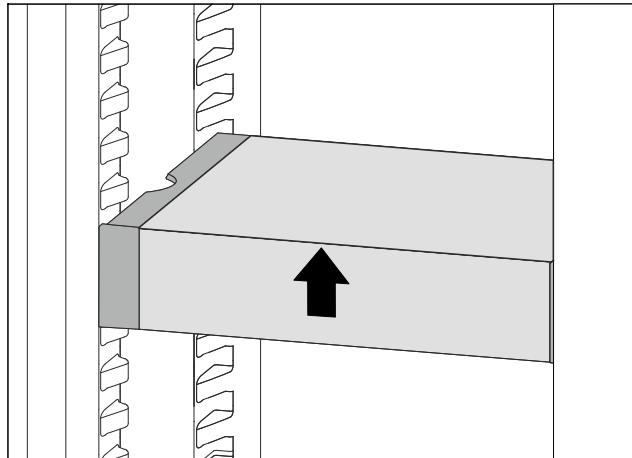

*Fig. 80*
► Установите выдвижной ящик VarioSafe за стопоры на требуемый выступ *Fig. 80 (1)* или *Fig. 80 (2)*.